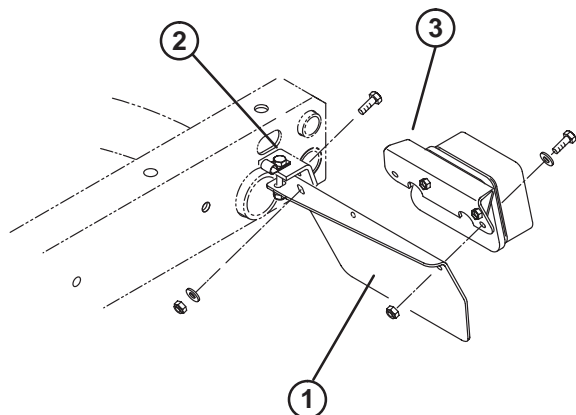

Figura 1
3. Fije la parte trasera de cada chapa de luces traseras a la parte trasera de los soportes del bastidor con un tornillo de caperuza de 5/16-18 x 1 pulgada, una arandela plana de 0,281 pulg. D. I. y una tuerca, según muestra la Figura 1.